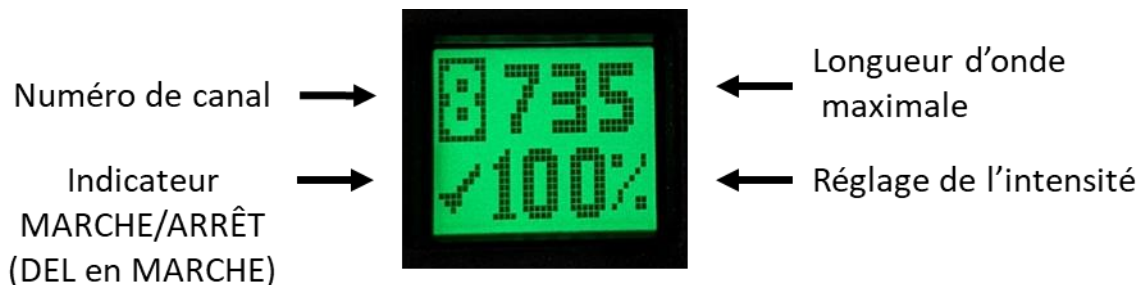

Figure 6 Affichage du SpeedDIAL – marche-arrêt des DEL
- b. Cliquez sur la molette (bouton de l'obturateur) sur le speedDIAL pour allumer/éteindre la lumière d'excitation. Un point va apparaître près des numéros de canal des DEL qui sont allumées. (Voir la figure 6 – la DEL 1 est éteinte, la DEL 2 est allumée à une intensité de 100 %).